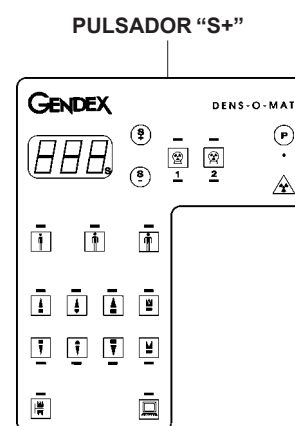

Figura 3
- 7) Apretar el pulsador “S+” (ver figura 3) hasta cuando la pantalla muestre la indicación “2.5”.